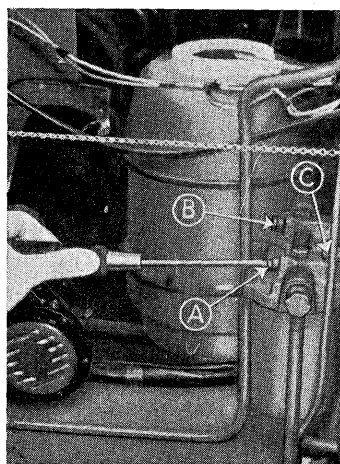

Fig. 9.
Pump lidt med fødepumpens arm og løsne forfilterets udluftningsskrue (C) fig. 9, fortsæt pumpningen til brændstoffet strømmer luftfrit ud og spænd igen (C). Løsne udluftningsskruen (A), ligeledes på forfilteret, og pump til brændstoffet er frit for luftblærer, hvorefter (A) igen tilspændes. Derefter udluftes finfilteret ved udluftningsskruen (B), og efter at denne igen er tilspændt fortsættes pumpningen i ca. et halvt minut for at luften kan blive fordrevet fra rørene mellem filter og indsprøjtningpumper.